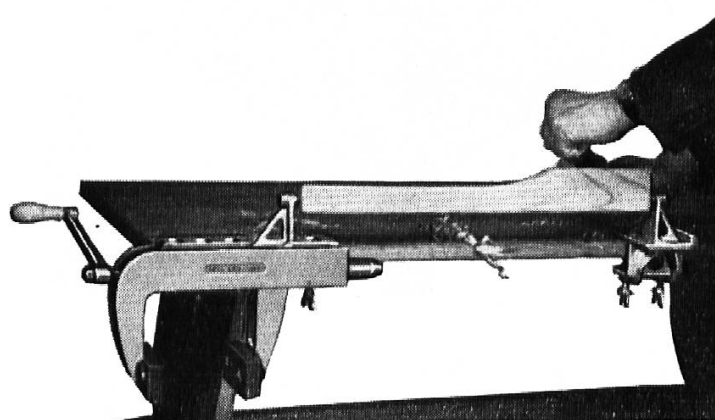

Figur 2
- c) mit Metallbacken für die Verarbeitung von Metallstücken (Figur 2).